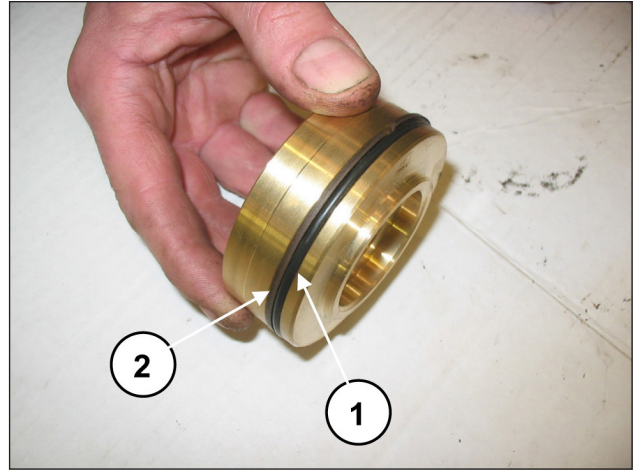

Abb. 131
Montieren Sie den O-Ring, Pos. 17 Explosionszeichnung (Pos. ①, Abb. 131) und den Stützring, Pos. 21 Explosionszeichnung (Pos. ②, Abb. 131) auf die Druckventilcappe.